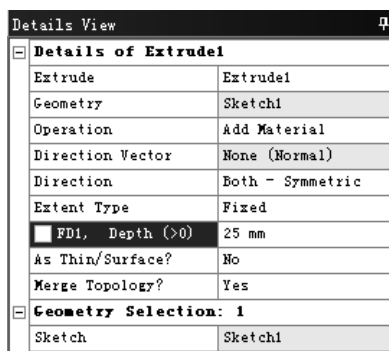

图 3.10.4 “Details View”对话框
(2) 在工具条中单击 **Extrude** 按钮 ，弹出图 3.10.4 所示的“Details View”对话框，使用草图 1 作为截面，在 **Operation** 下拉列表中选择 **Add Material** 选项，在 **Direction** 下拉列表中选择 **Both - Symmetric** 选项，在 **FD1, Depth (>0)** 文本框中输入数值 25，其他采用系统默认设置值；单击工具条中的 **Generate** 按钮 ，完成拉伸特征 1 的创建。